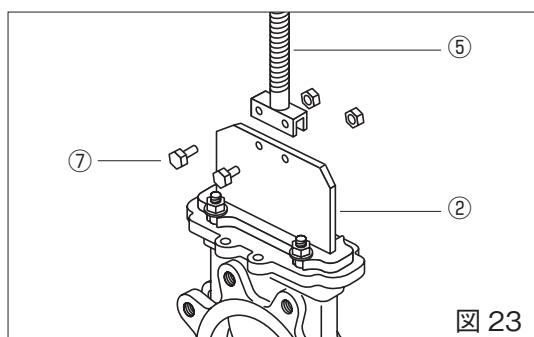

図 23
2. 弁棒の取り外し：セットピン⑦を抜いてください。これにより弁体②と弁棒⑤が分離できます。(図 23)